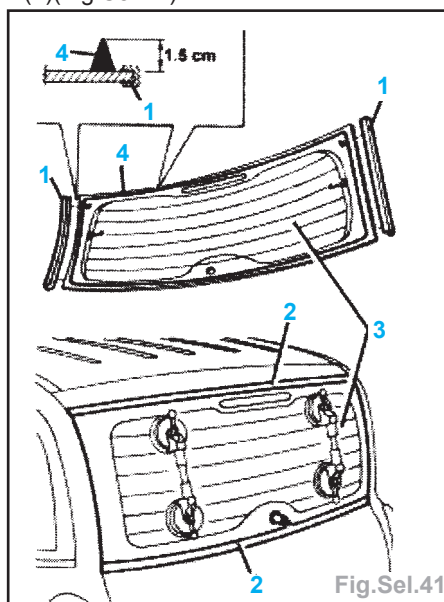

Fig.Sel.41
- Emboîter les joints latéraux neufs (1)(Fig.Sel.41).
- Appliquer le cordon de colle sur la glace (Fig.Sel.41).